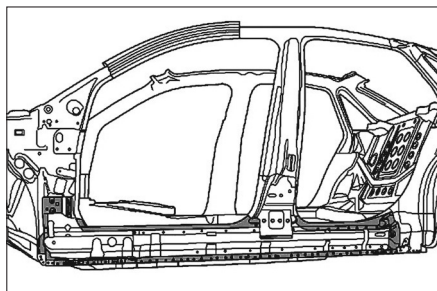

FIG. 20
- Sectionner le cordon laser au niveau de la face intérieure du montant B (Fig.20).